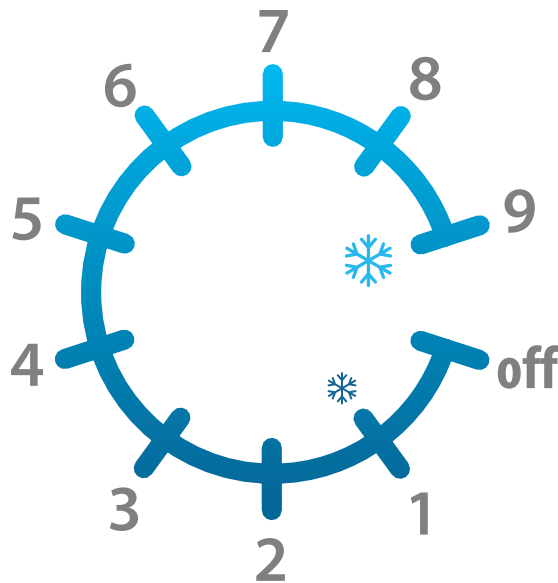

Fig.2. Réglages du bouton de régulation de la température. 1 est le réglage le plus chaud; 9 est le plus froid.
Un (1) est le réglage le plus chaud; neuf (9) le plus froid. Voir fig.2.